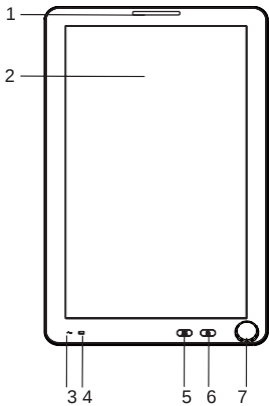
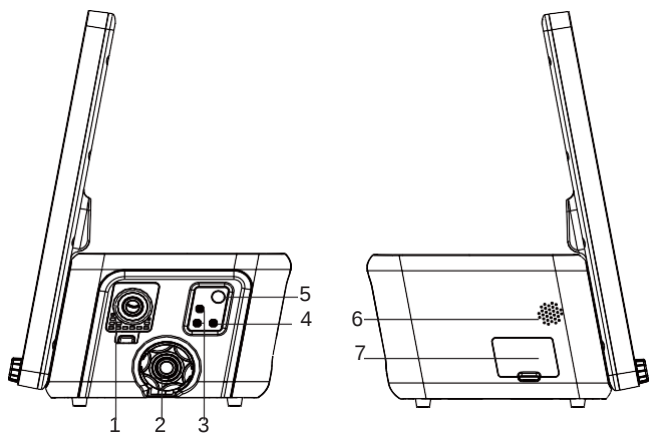

Figura 3-2. Vista anterior
Figura 3-4. Vista lateral
2. Arme el circuito del paciente, inclusive el filtro para bacterias de inspiración, la línea de presión proximal y el ICH (si se desea). De la Figura 3-2 a la Figura 3-4 se muestran las configuraciones del circuito para la respiración de una sola rama y de doble rama. Siga las instrucciones del fabricante para ver el uso de las piezas individuales, inclusive el humidificador.